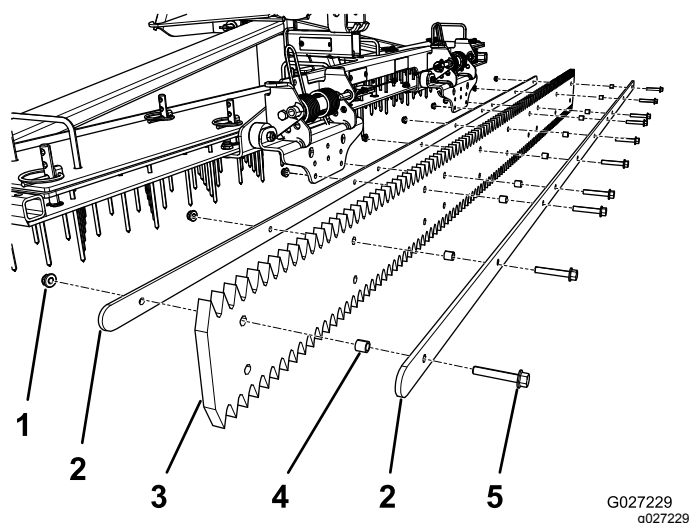

Figura 12
1. Rimuovete i 10 dadi e i 10 bulloni che fissano le 2 fascette di supporto alla piastra in gomma (Figura 12).